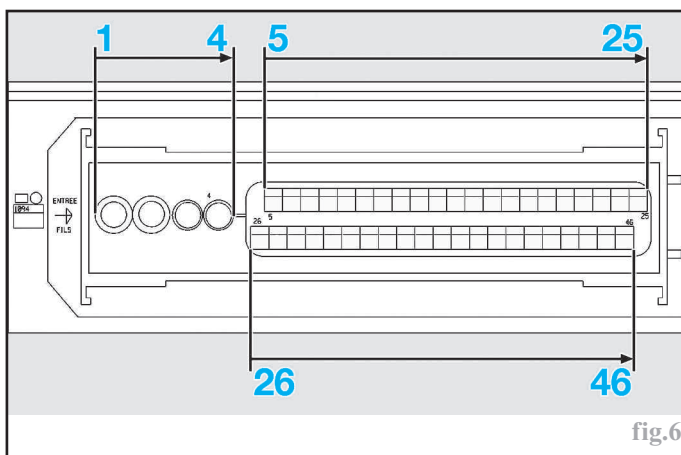

fig.6
- Avec l'**ESP**, il possède un connecteur à **46 voies** (repérées de 1 à 46) (fig.6) et il gère en plus le comportement dynamique du véhicule (**ESP avec ASR**), contrôle le couple moteur et le sous-virage.
Identification des bornes du connecteur du calculateur ABS avec ESP (fig.6).
- Sur les versions dotées de l'ESP, le connecteur du calculateur d'ABS a 46 voies (fig.6) et le bloc hydraulique reçoit 12 électrovannes.